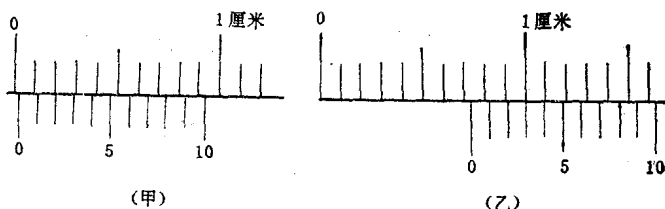

图 1-9
6. 当游标卡尺的两个测脚并拢时，游标的位置如图 1-9 (甲) 所示，在测量一铁球直径时，游标卡尺的位置如图 1-9 (乙) 所示。因此，这个铁球的直径是